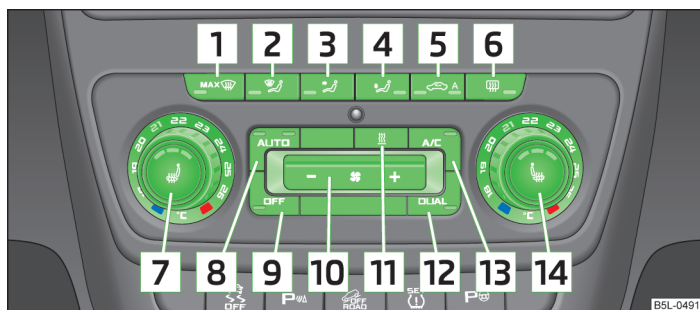

Fig. 92 Climatronic: Comandi
- »   » fig. 92 a pagina 94 Funz. attiva.
- » Premere il tasto (AUTO)  » fig. 92 a pagina 94.
- Premere il tasto **8** » fig. 92 a pagina 94. A seconda dell'ultima modalità di funzionamento selezionata, nell'angolo superiore destro o sinistro si accende una spia di controllo.
- ▶ Premere il tasto **[AC]** » fig. 92 a pagina 94. La spia nel tasto si illumina.
- ▶ Dopo l'inserimento dell'accensione, con la manopola **[7]** » fig. 92 a pagina 94 è possibile regolare la temperatura per entrambe le parti.
- ▶ Premere ripetutamente il tasto **[5]** » fig. 92 a pagina 94, finché la spia di controllo sul lato sinistro del tasto non si accende.
- Quando il parabrezza si appanna, premere il tasto   » fig. 92 a pagina 94
- Premere ripetutamente il tasto  » fig. 92 a pagina 94 sul lato sinistro (riduzione della velocità) o sul lato destro (aumento della velocità).
- Premere il tasto   » fig. 92 a pagina 94.
- Premere nuovamente il tasto   » fig. 92 a pagina 94 oppure il tasto  .
- Premere nuovamente il tasto   » fig. 92 a pagina 94.